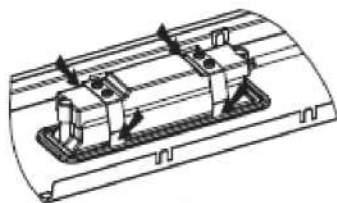
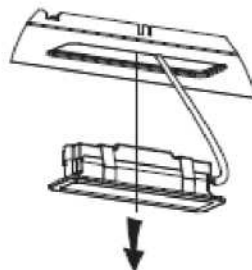

Abb. 3
Abb. 4
- Ablauf 1. Verwenden Sie ein Werkzeug oder die Hand, um den Federsplint auf beiden Seiten der LED-Leuchte nach innen zu drücken, bis die Leuchte herausgedrückt ist, siehe Bild 3. Ziehen Sie dann das Lichtanschlusskabel leicht heraus, siehe Bild 4.
Ablauf 2. Verwenden Sie einen geraden Schraubendreher, um die untere Kante der LED-Leuchte aufzuhebeln (siehe Abb. 5), und ziehen Sie dann das Anschlusskabel der Leuchte leicht heraus (siehe Abb. 4).